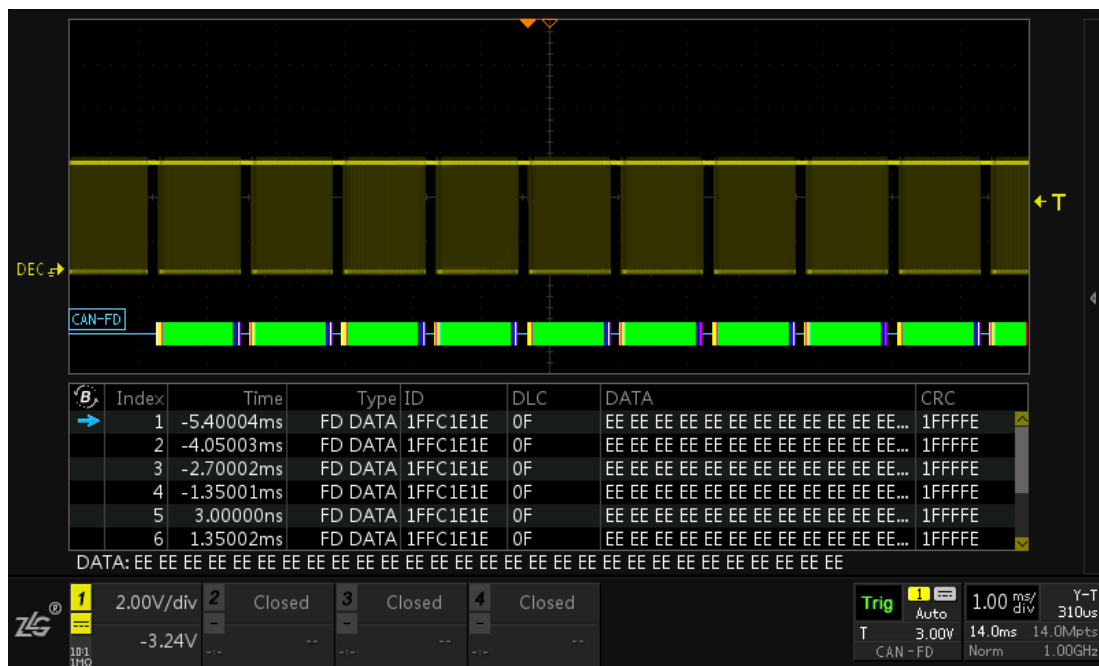

图 15.21 CAN-FD 解码效果
- 6、配置好协议参数后打开事件表即可查看所有的解码数据列表，如图 15.21 所示，旋转旋钮 B 可选中对应的数据帧，短按旋钮 B 可定位选中的数据帧对其进行分析。